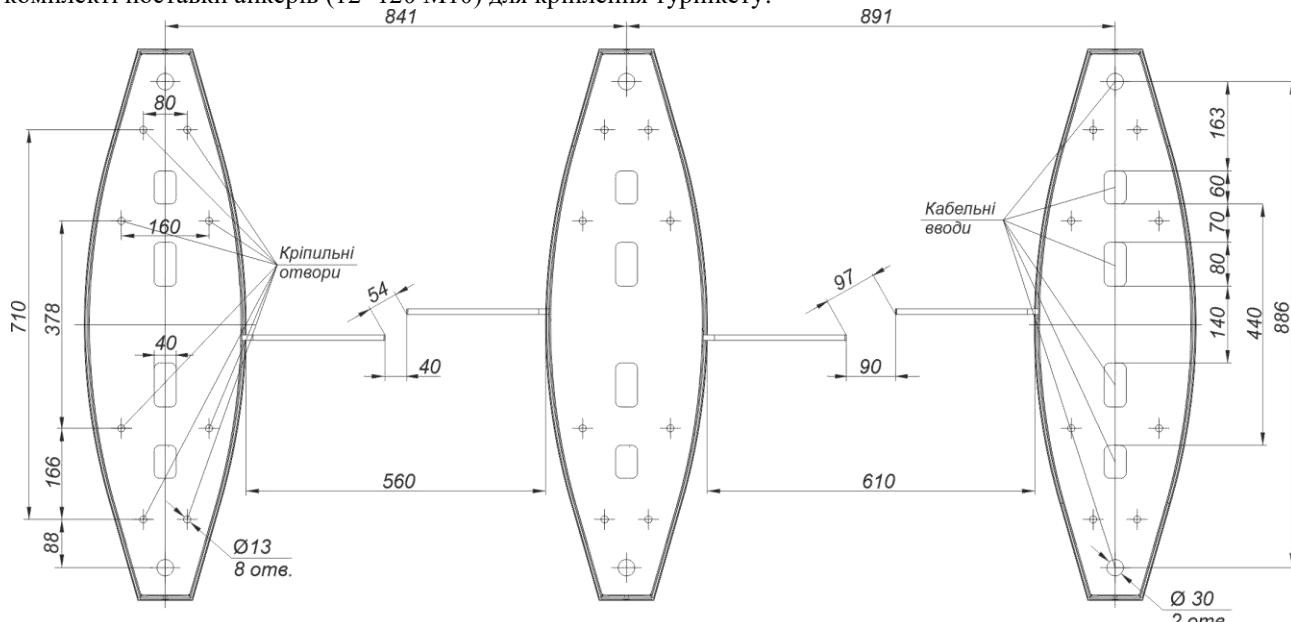

Рис. 16 – Розміри турнікету типу «SpeedBlade-BM» для ширини проходу 550 мм або 600 мм
4. – з'єднати отвори кріплення в нижній пластині турнікета з підготовленими отворами в поверхні згідно з розміткою рис.16;